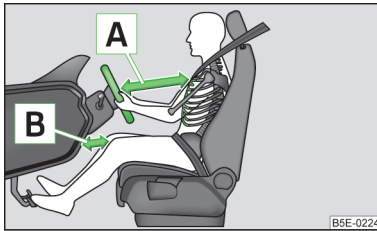

Abb. 114
- Das Lenkrad so einstellen, dass der Abstand zwischen Lenkrad und Brustbein mindestens 25 cm beträgt **A** » Abb. 114. Den Abstand der Beine zur Schalttafel im Bereich des Knieairbags so einstellen, dass dieser mindestens 10 cm beträgt **B**. Wenn Sie den Mindestabstand nicht einhalten, kann Sie das Airbag-System nicht schützen - Lebensgefahr!